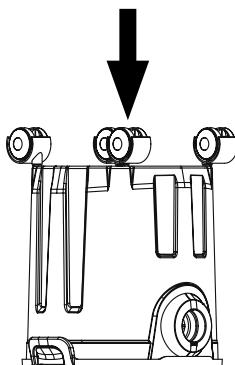

Fig. 2 – Posicionamiento para el montaje de las ruedas
- Para facilitar el montaje, deje hacia arriba el lugar donde se instalarán las ruedas (Fig. 2).